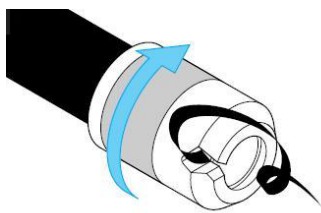

Bild 1
1. Rohr mit Anschrähülse von Hawle Nr. 6000 oder mit gleichwertigem Produkt anschrägen (siehe Bild 1)